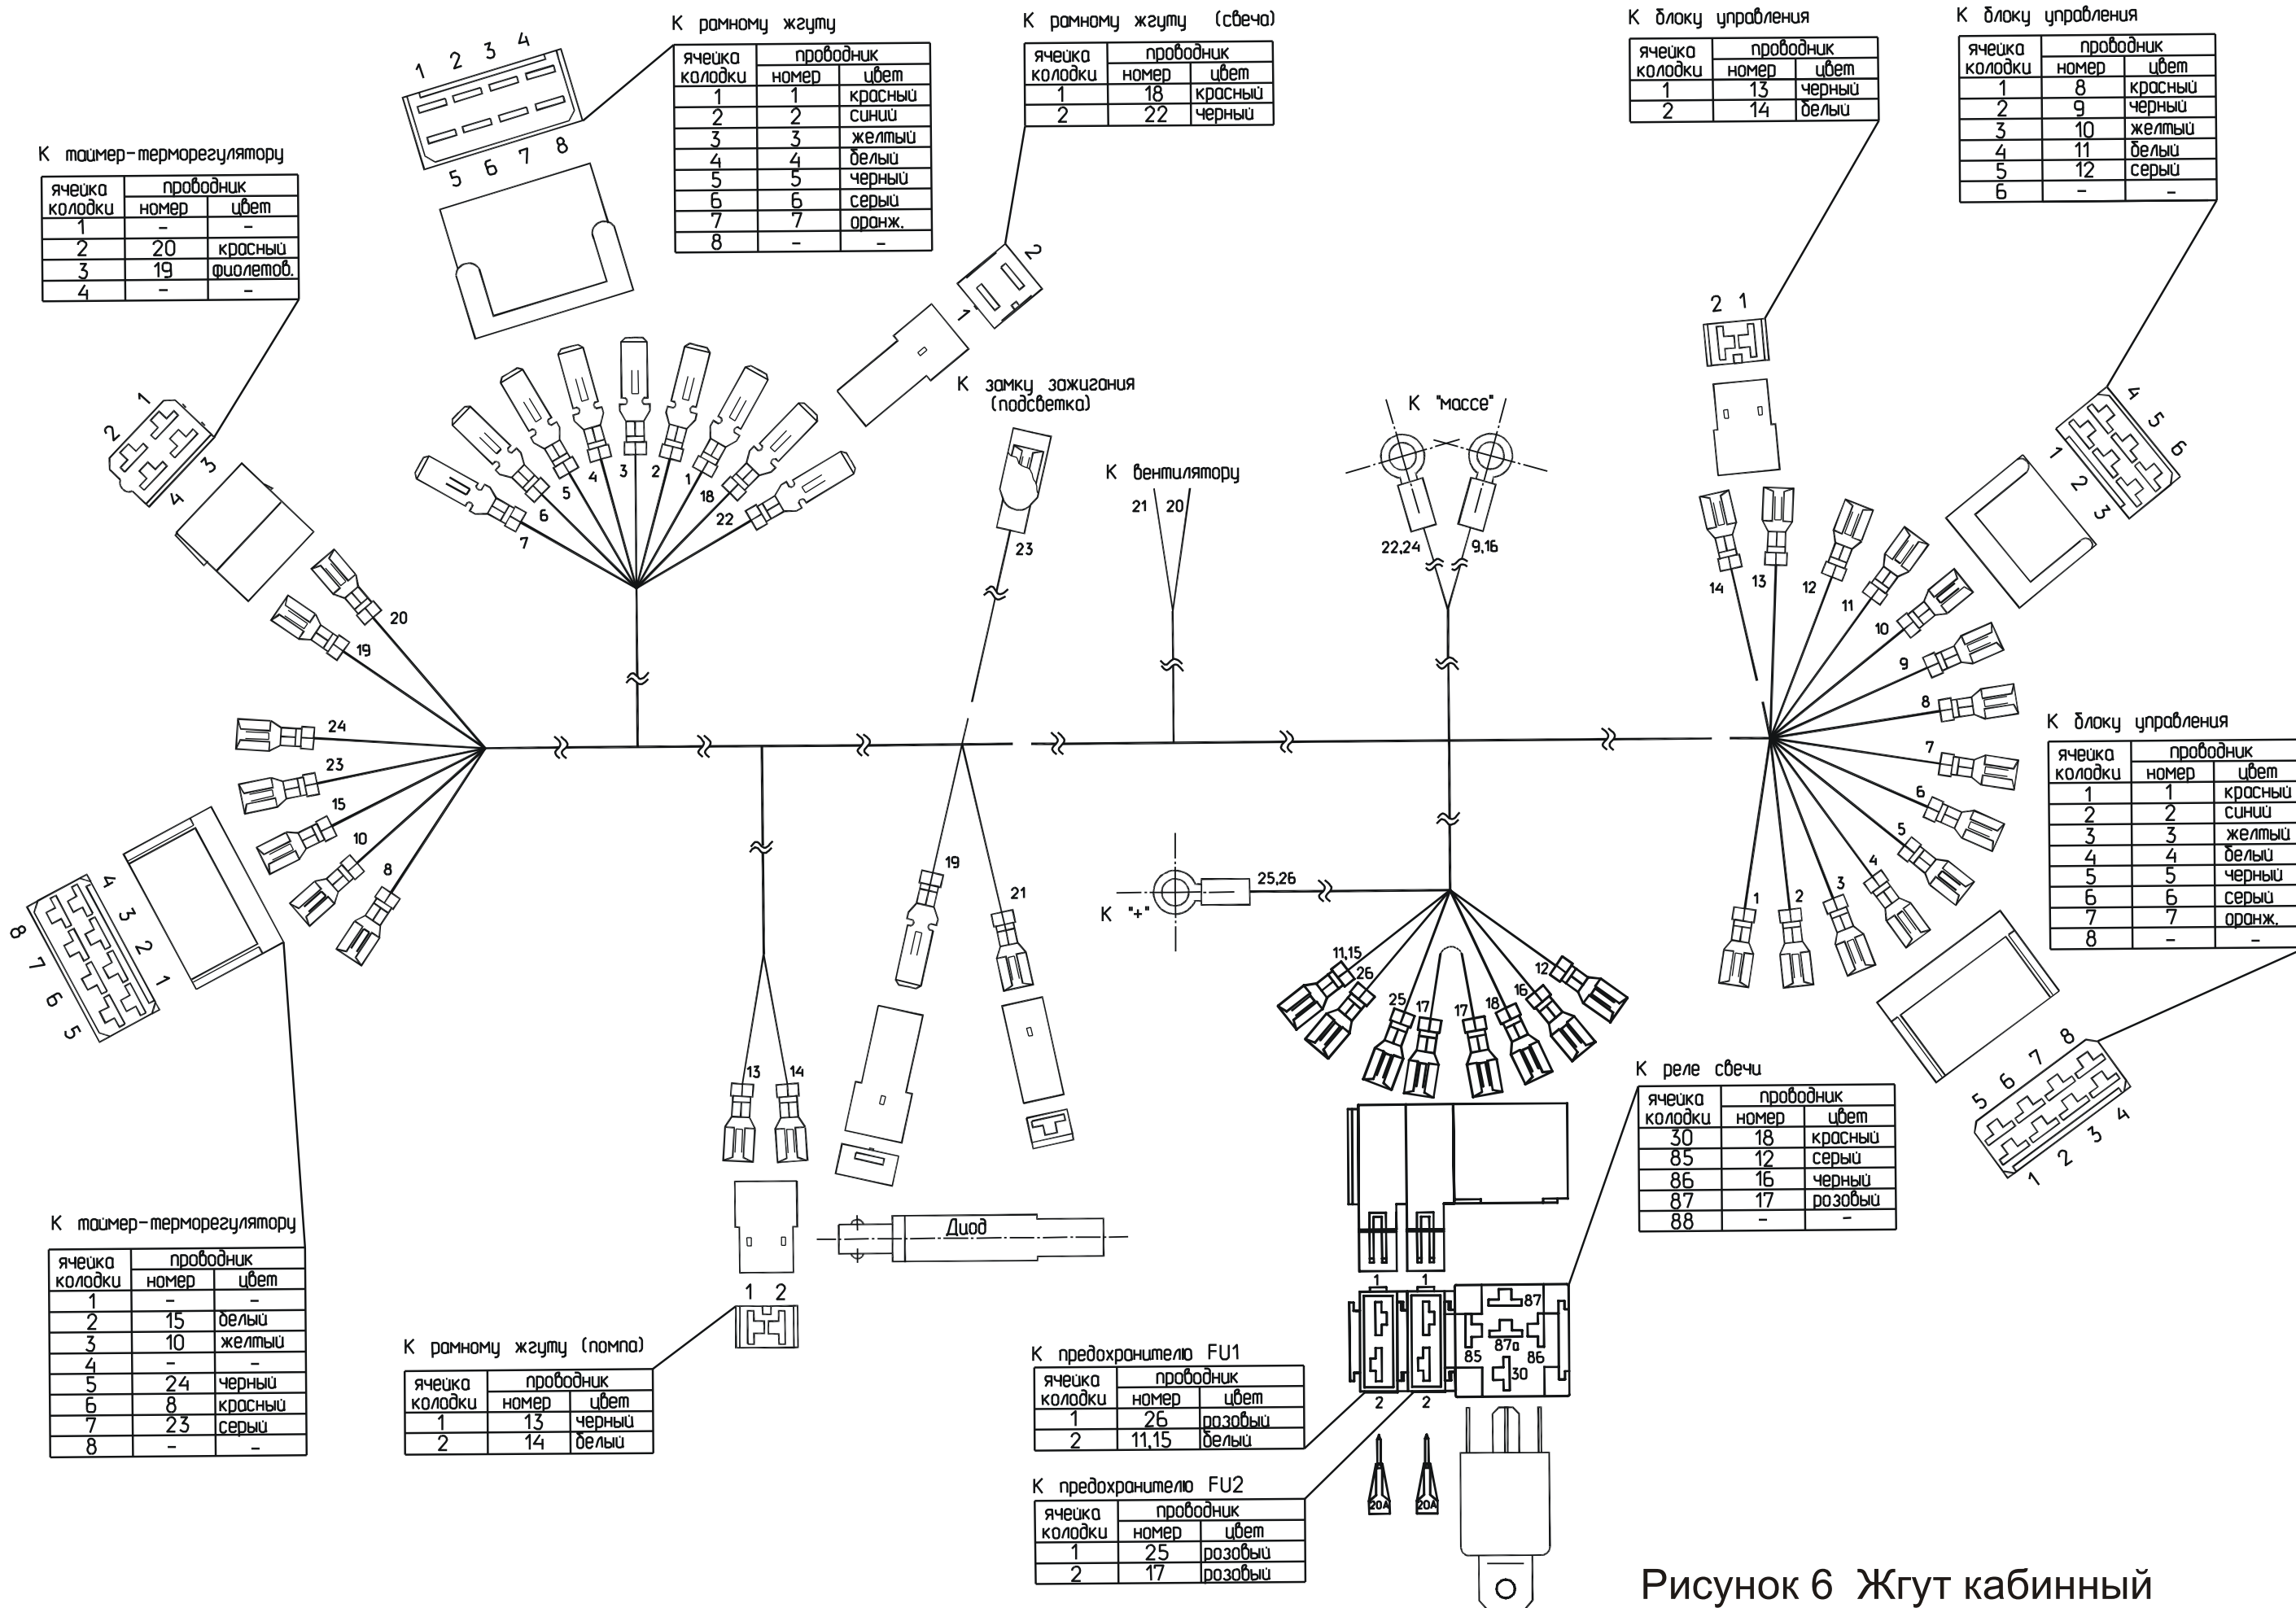

Рисунок 6 Жгут кабинный
3.4.4 На усилителе панели передка установить реле, входящее в состав жгута кабинного (рисунок 6).